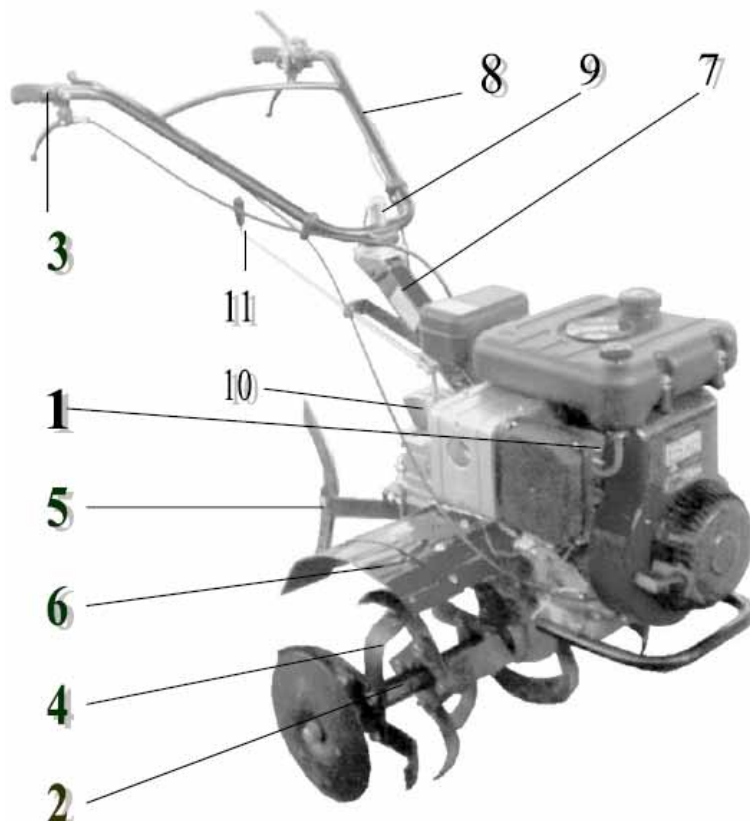

Рис. 1
1. Установите на мотоблок кронштейн 5 сошника с сошником, отрегулируйте его положение. (см. Рис. 1)
3. Установите тягу 11 рычага переключения передач в рабочее положение (см. Рис. 1).
Внимание! Для исключения возможности одновременного включения двух передач категорически запрещается производить переключение скоростей при отсоединённой от рычага переключения передач тяге (Рис. 1). В этом случае рычаг должен быть зафиксирован в положении «Нейтраль».